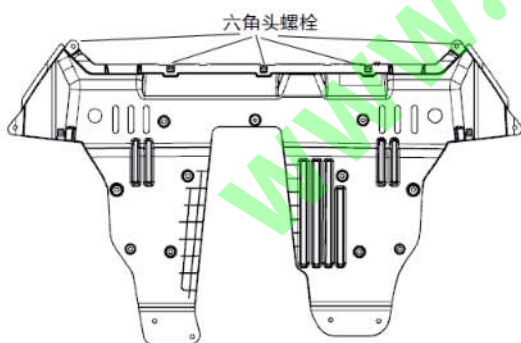

图 2-16
- (1) 用 10# 套筒，拆除发动机挡泥板与前保下护板连接的 5 个六角头螺栓，如图 2-16 所示；